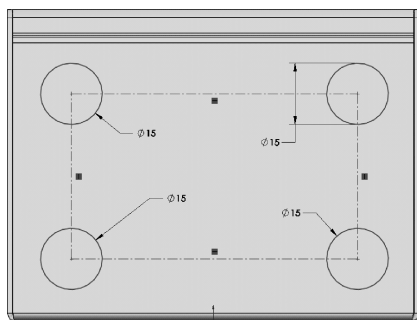

图 14-32 绘制草图并标注尺寸 3
16) 单击特征实体的前表面,使其成为草图绘制平面。单击【标准视图】工具栏中的 (正视图) 按钮,并单击【草图】工具栏中的 (草图绘制) 按钮,进入草图绘制状态。使用【草图】工具栏中的 (直线)、 (圆弧)、 (智能尺寸) 工具,绘制如图 14-32 所示的草图。单击 (退出草图) 按钮,退出草图绘制状态。